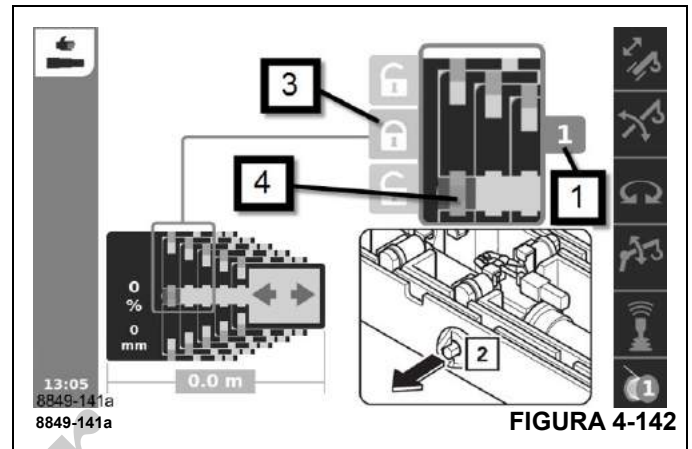

FIGURA 4-142
Consulte la sección (Figura 4-142).
- Mueva el cilindro telescópico al punto de bloqueo deseado, por ejemplo, a la sección telescópica (1), (Figura 4-142). Espere hasta que la pantalla:
- muestre la sección telescópica deseada (1)
- aparezcan los símbolos (4).
- Seleccione el símbolo (3).
- Confirme la selección – los pasadores de bloqueo (2) se extenderán – símbolo (4) verde.